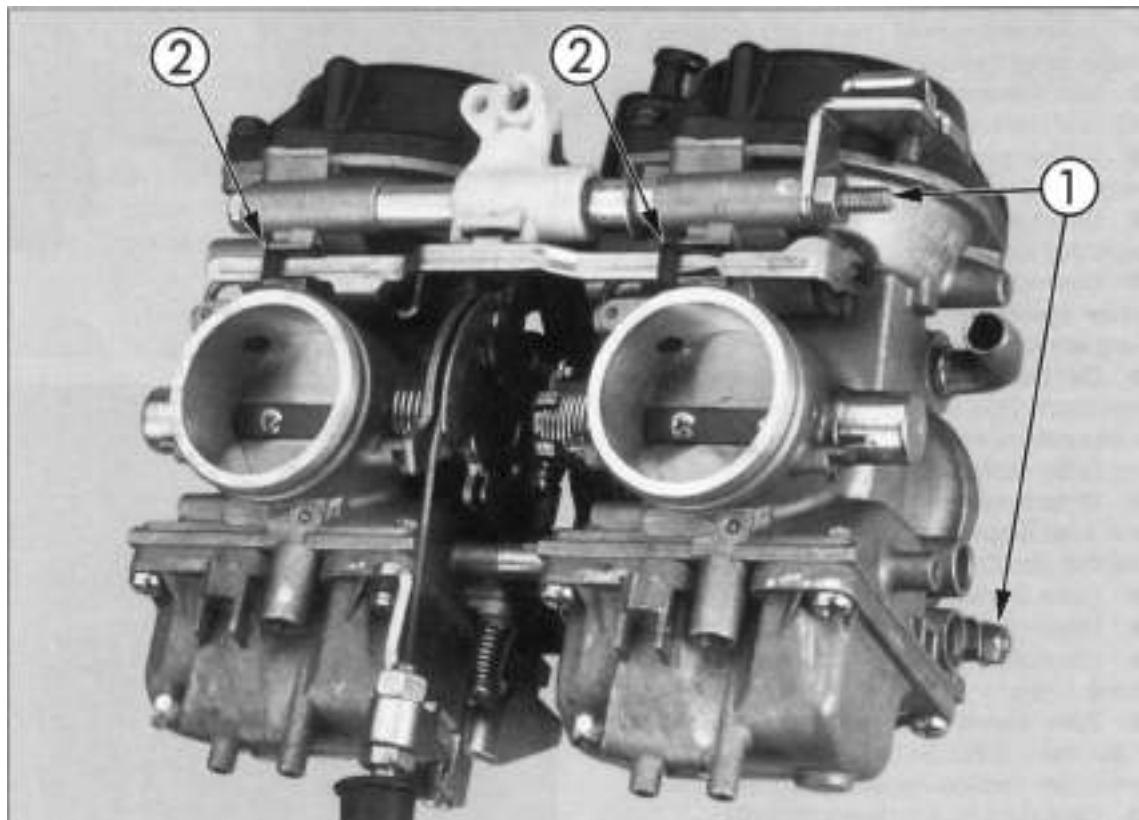

Bild 64
- Zum Trennen der Vergaser Chokestange-Führungen  Bild 64 herausdrücken und Stange entfernen. Verbindungsstangen  ausdrehen.